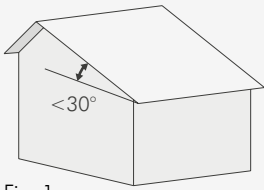

Fig. 1
Working on a roof means on a roof whose slope is less than 30° (Fig. 1) where the operator, to be able to work safely, has to connect him or herself to a horizontal flexible lifeline which has previously been installed on the apex of the roof (A). If such a lifeline is not already present, a temporary lifeline must be installed by a suitably-qualified worker to allow the work to be carried out in safety. Access to the roof is mainly:
Este tipo de trabajo son únicamente aquellas intervenciones en cubiertas con una inclinación inferior a 30° (Fig. 1), en las que el operario, para poder trabajar con seguridad, debe engancharse a una línea de seguridad flexible horizontal, instalada previamente en el vértice de la cubierta (A). Si esta línea de seguridad no está instalada, un operario cualificado deberá instalar una línea de seguridad temporal, para realizar el trabajo de forma segura. El acceso a la cubierta puede realizarse: